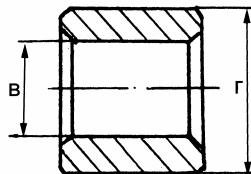

Рис. 48. Втулка ролика толкателя.
3. Измерьте внутренний диаметр (в) втулки ролика (рис. 48) . Если диаметр больше 9,05 мм, замените втулку.
4. Измерьте наружный диаметр (г) втулки ролика (рис. 48). Если диаметр меньше 13,93 мм, замените втулку.